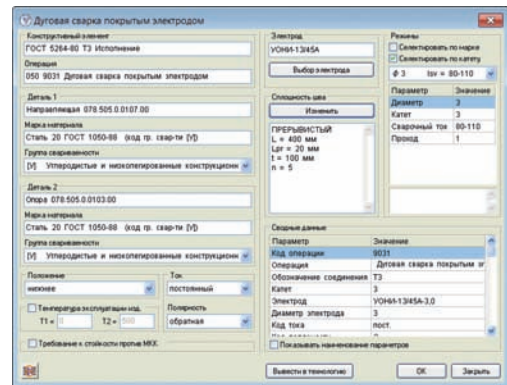

Рис. 8
- Сварка контактная шовная (Рис. 8).